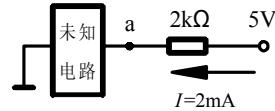

图 1-3
5. 如图 1-3 所示电路中，a 点的电位  $V_a$  是（ ）。